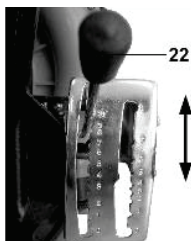

Рис. 37
Отрегулируйте объем дозатора, переместив рычаг управления распылением (22) из положения «1» в положение «10» (Рис. 37)